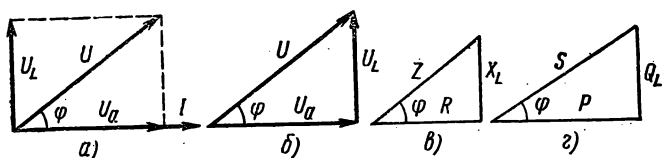

Рис. 2.50
1. В цепи, содержащей активное сопротивление и индуктивность, вектор активного напряжения совпадает с вектором тока, вектор индуктивного напряжения опережает ток на угол 90° (рис. 2.50).
На основе векторной диаграммы можно построить треугольники напряжений, сопротивлений и мощностей (см. рис. 2.50, б, в, г). Все эти треугольники подобны, причем в противоположность треугольникам напряжений треугольники мощностей и сопротивлений состоят из отрезков, а не из векторов, так как сопротивления и мощности — скалярные величины.